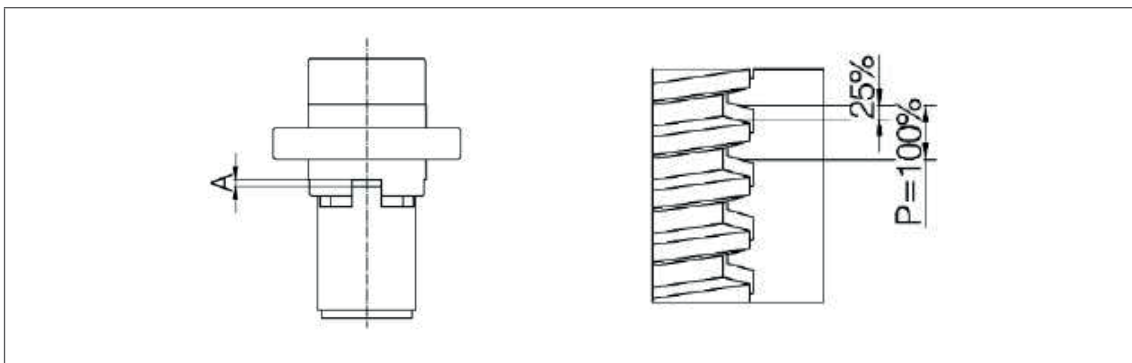

Abb. 20: Sicherheitsfangmutter SIFA: Maß „A“ für Vergleich bei Verschleißprüfung
- 4.** Falls eine Sicherheitsfangmutter SIFA vorhanden ist. Maß „A“ messen und notieren (siehe Abb. 20). Dieses Maß im Neuzustand dient im weiteren Betriebsverlauf als Vergleichsmaß und ist notwendig, um später den Verschleiß beurteilen zu können (siehe Kapitel 7.1.1., Seite 25)
- 3. Falls eine Sicherheitsfangmutter SIFA vorhanden ist: Verschleiß gemäß Abb. 20 prüfen.